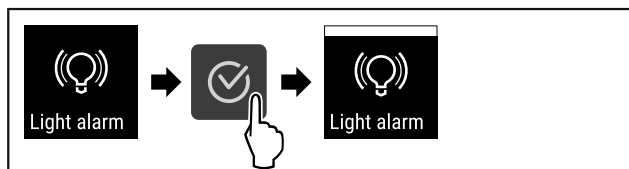

Fig. 97
- ▶ Proved'te akční kroky (viz Fig. 97) .